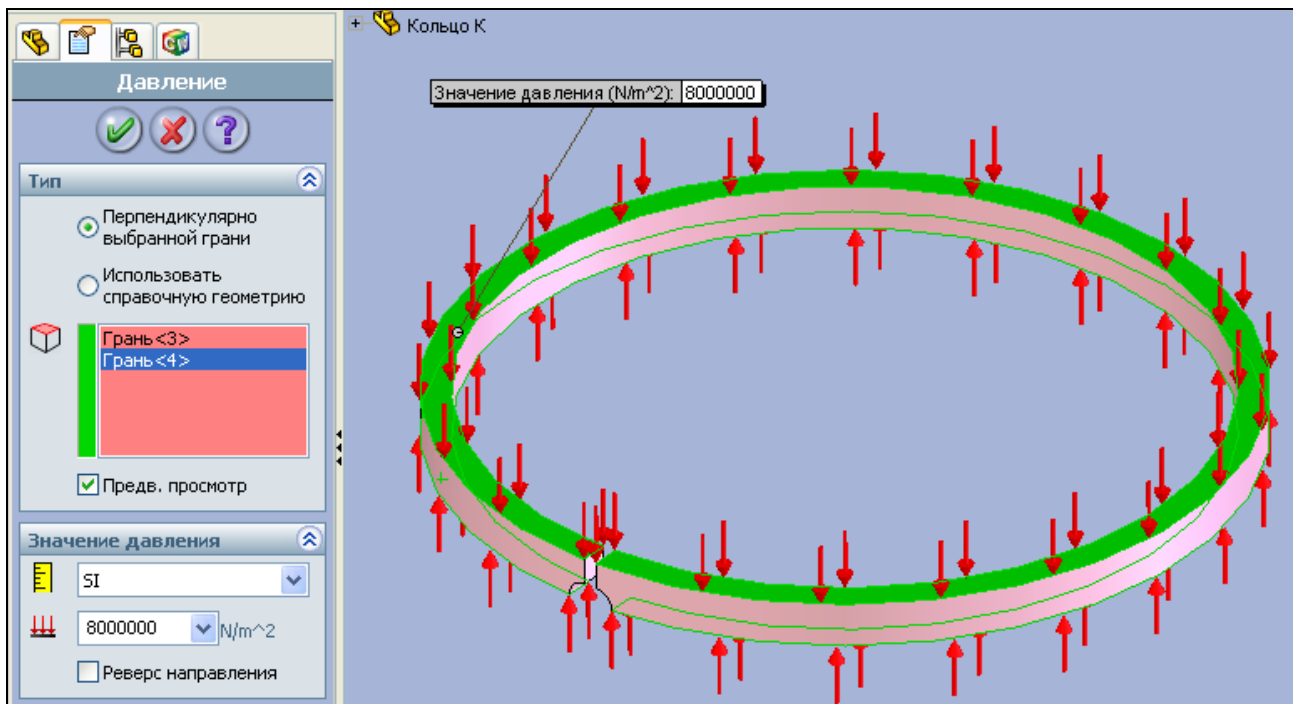

Рис. 4.3. Задание давления газов и реакции от перемычки поршня
5. Далее задайте давление поршневых газов P_2 на верхнюю кромку кольца и ее реакцию от поршневой перемычки (это давление необходимо взять из теплового расчета). Для задания давления воспользуйтесь тем же инструментом, указанным в п. 4 разд. 3.2. Давление задайте на поверхность кольца сверху и снизу (рис. 4.3).